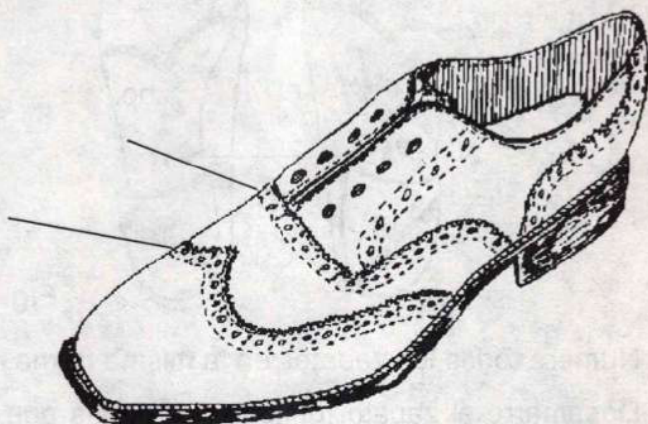

Fig. 9
- Tome el cepillo de dientes pequeño y tiña los perforados y los orillos chiripeados sin dejar escurrir el betún (Fig. 9)